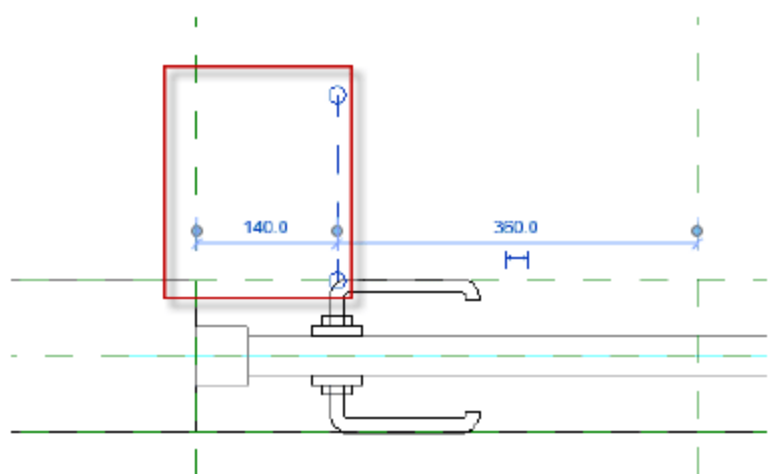
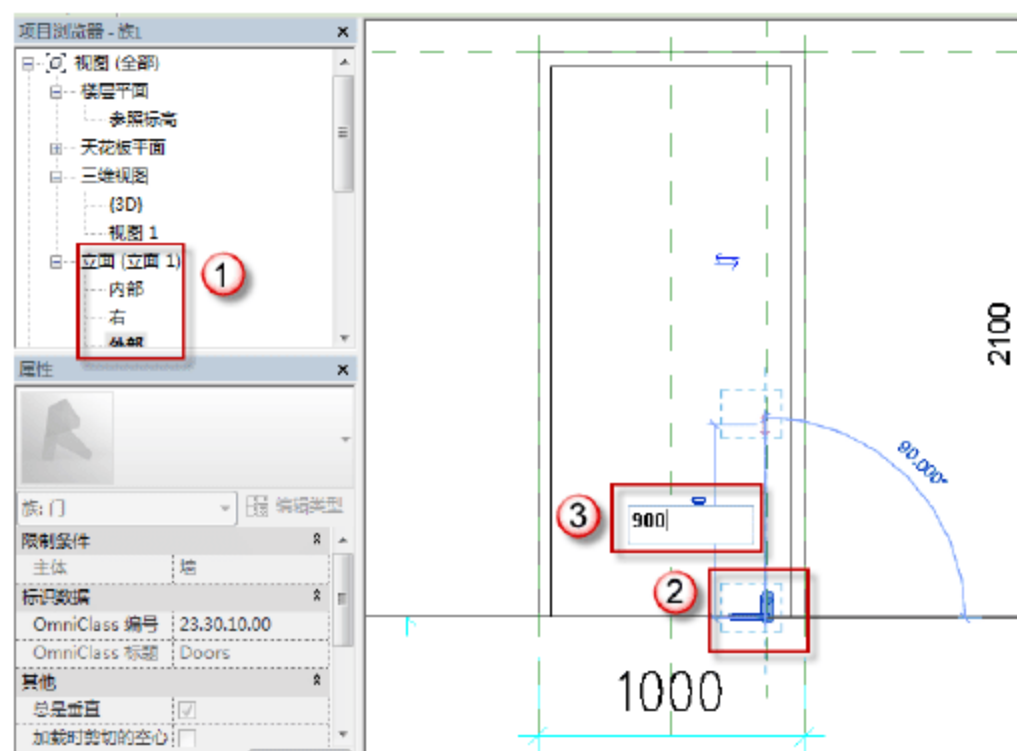

图 6.1.140 调整门锁 6 水平位置
图 6.1.141 调整门锁 6 竖直位置
(21) 调整门锁位置。按快捷键 R+P, 绘制一条距离门边 140mm 的辅助线, 按快捷键 M+V, 将“门锁 6”族移动至辅助线处, 如图 6.1.140 所示。选择“项目浏览器”中的“立面(立面 1)”→“外部”命令, 进入门的外部立面视图。选择族“门锁 6”, 按快捷键 M+V, 将其向上移动并输入“900”, 按 Enter 键确定, 如图 6.1.141 所示。